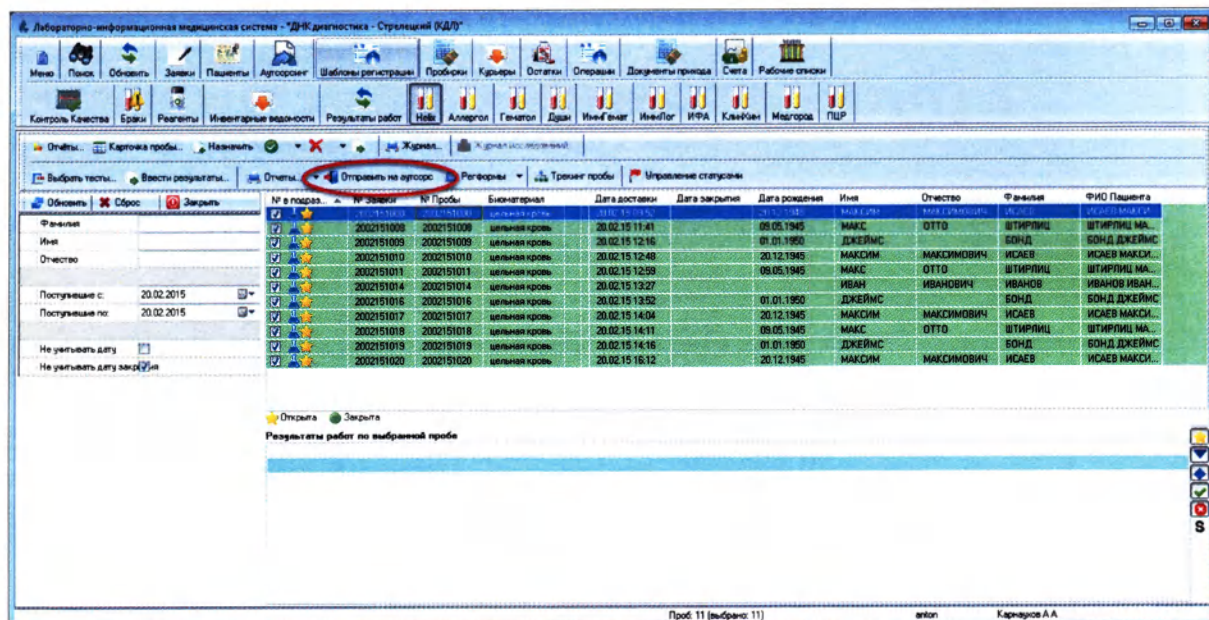

Рисунок 9.6
6. Нажмите кнопку «Отправить на аутсорс» (Рисунок 9.6):